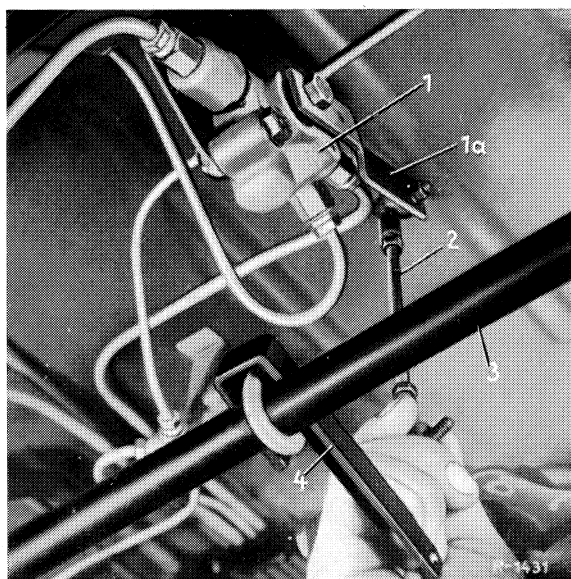

Bild 32-12/6
5. Durch Drücken des Hebels am Niveau-Regelventil nach oben die Federbälge mit ca. 3 atü füllen, dabei darauf achten, daß sich die Federbälge richtig auf den Federkolben zentrieren (Bild 32-12/6). Bei richtiger Montage muß der Federbalg auf dem ganzen Umfang des Federkolbens gleichmäßig anliegen.